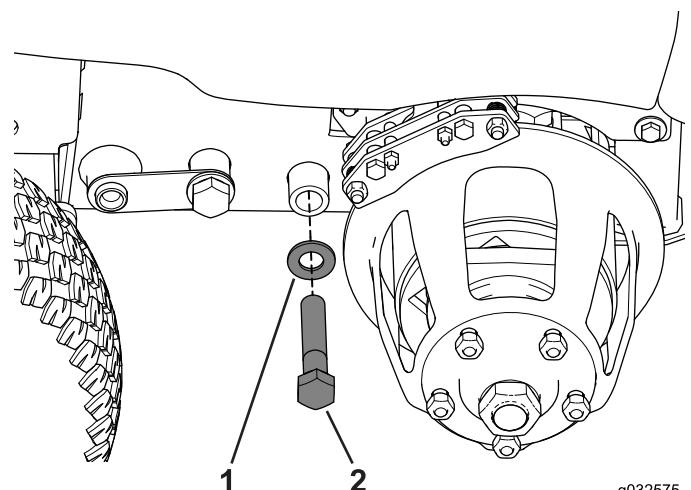

Bild 116
4. Entfernen Sie die Schrauben und Scheiben, die den hinteren Hüben am nächsten sind (Bild 116).